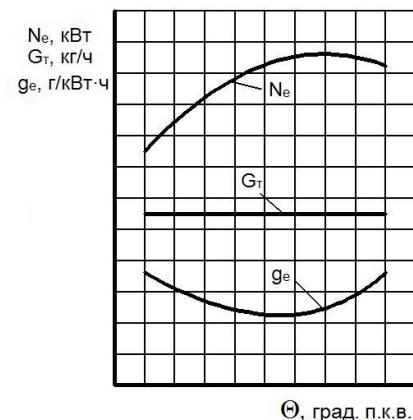

Рисунок 5 – Регулировочная характеристика дизеля по углу опережения впрыскивания топлива
**28. Регулировочная характеристика дизеля по углу опережения впрыскивания топлива (рис. 5) – это графическая зависимость ...**